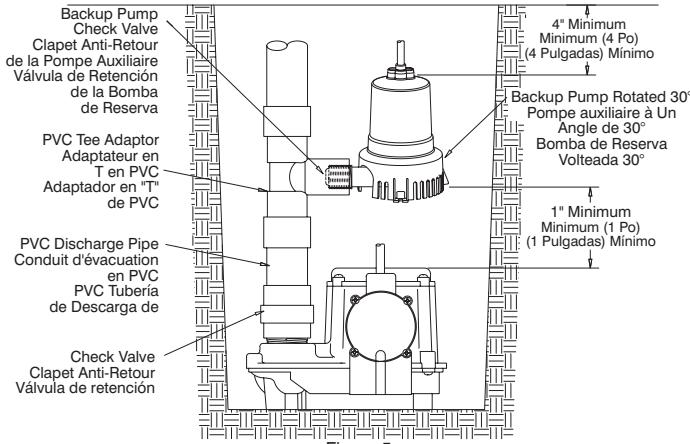

Figure 5
8. Insert the tee adapter with the connected backup pump into the discharge pipe and attach with cement. See Figure 5.
8. Insérer l'adaptateur en T avec la pompe auxiliaire qui lui est reliée dans le conduit d'évacuation et fixer avec du ciment. Voir la Figure 5.